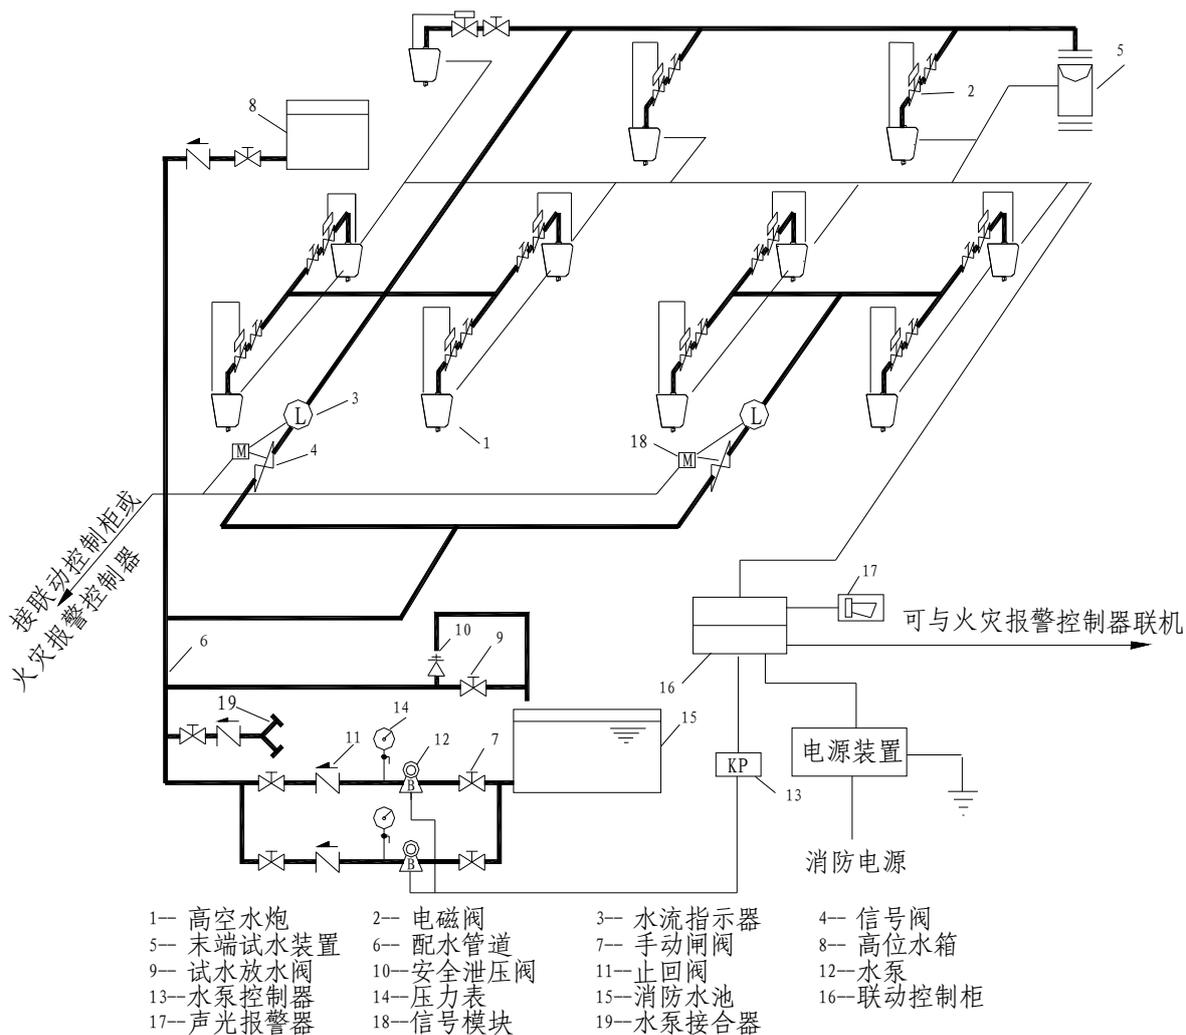

图 41 配置高空水炮的主动喷水灭火系统组成示意图
6.1 配置高空水炮的主动喷水灭火系统组成如图 41 所示。